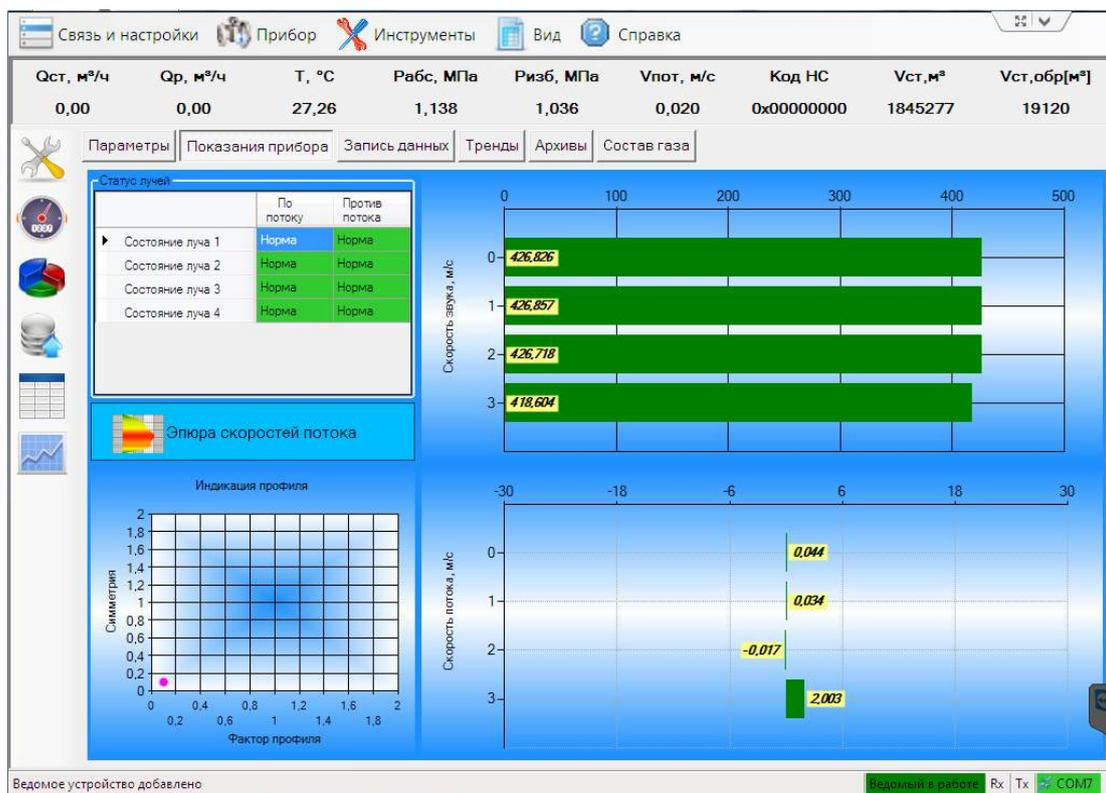

Рисунок 2.18
2.6.4 Вкладка «Показания прибора» предназначена для удобного визуального восприятия текущих показаний прибора (мнемосхема, графики, диаграммы и т.п.). Страница специфичная для каждого типа прибора и может отсутствовать (нет реализации под выбранный прибор). Отображается первой после запуска ПО, если есть реализация под выбранный прибор (рисунок 2.18).